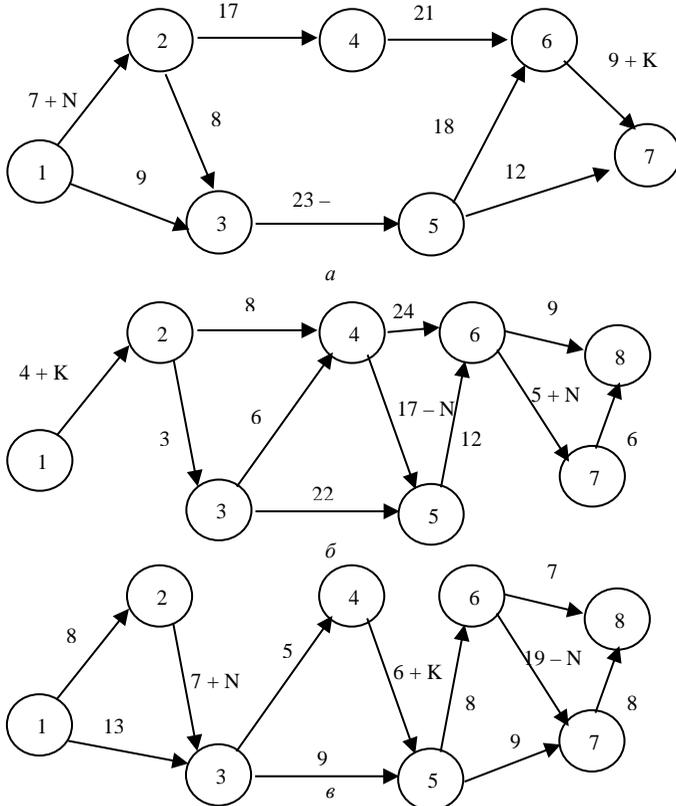

Рис. 3.14. Сеть дорог для выбора кратчайшего пути
**Задача 3.12.** Требуется обосновать кратчайший маршрут от центра кооперативного участка до базы райпотребсоюза, используя существующую сеть дорог (рис. 3.14, а–в).